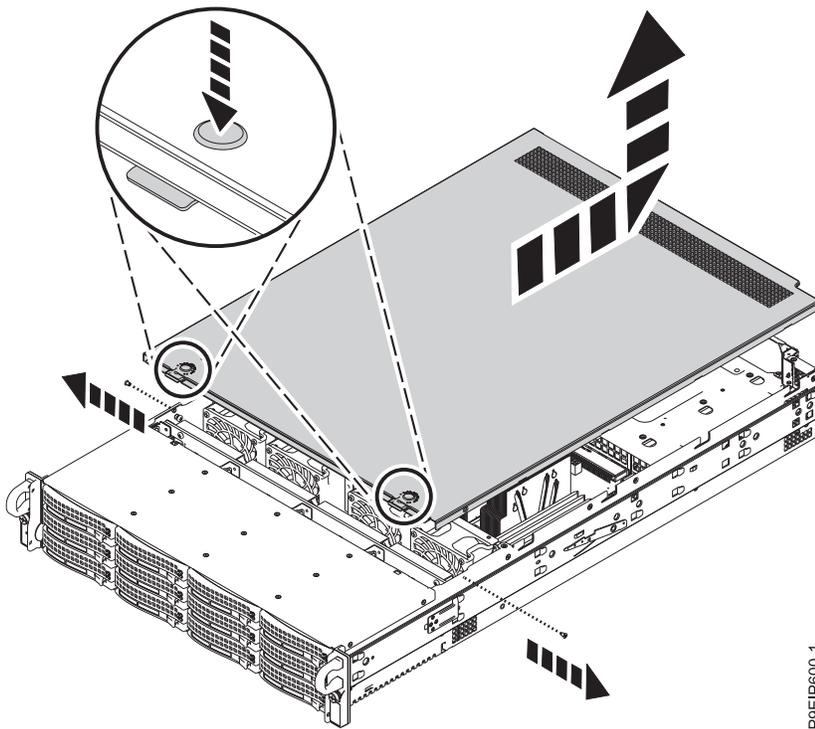

Figura 106. Liberación y apertura de la cubierta
3. Presione los dos botones en la cubierta superior para liberar los pestillos como se muestra en la Figura 106, y empuje la cubierta hacia atrás 1 cm (0,5 pulgadas) hasta que se detenga. Si los botones no se presionan fácilmente, extraiga un poco las unidades directamente debajo de los botones.